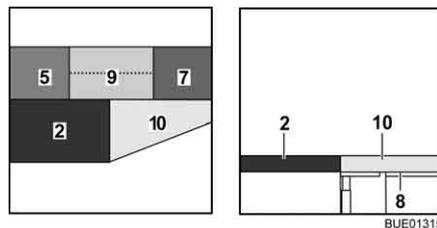

Fig. 135 Después de la transformación
- Desplegar el cojín adicional (Fig. 135,9) y colocarlo en la mesa.
- Colocar el cojín adicional (Fig. 135,10) sobre el ensanchamiento de cama.